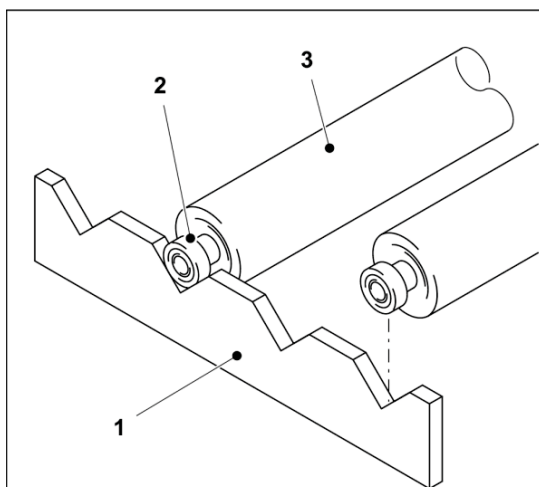

図 4 ローラの保管
- ローラ(図4/3)は水平にしてアイドラローラ(図4/2)やシャフトが接するように保管してください。なるべくプラスチックまたは木製のローララック(図4/1)に置くようにしてください。